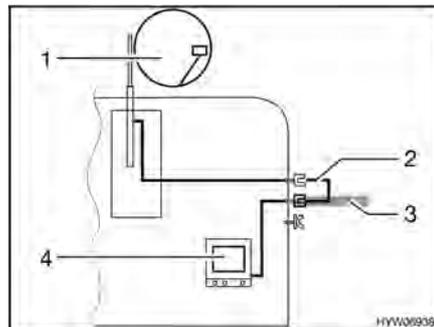

Fig. 108 TV en el vehículo
- TV en el vehículo (Fig. 108,4): Conexión a la antena del techo (Fig. 108,1) con el cable de conexión (Fig. 108,2)
- TV en el vehículo (Fig. 108,4): Conexión a antena externa (Fig. 108,3)